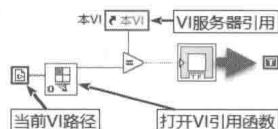

图 6-67 获取当前 VI 引用句柄的两种方法
- ◆ 更为通用的方法，是利用应用程序函数选板中的“打开 VI 引用”函数。该函数不但可以获取本 VI 的引用句柄，也可以获得其他 VI 的引用句柄，甚至调用网络中其他计算机上的 VI。如图 6-67 所示，图中通过两种不同的方法获取当前 VI 的引用，二者结果相同。